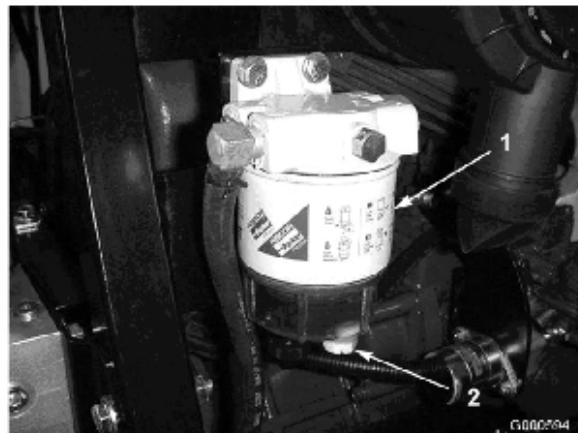

図 34
水セパレータ（図 34）の水抜きは毎日おこなって異物を除去してください。
2. フィルタ容器（図 34）下部のドレン・プラグをゆるめて水や異物を流し出す。終了したらプラグを締める。